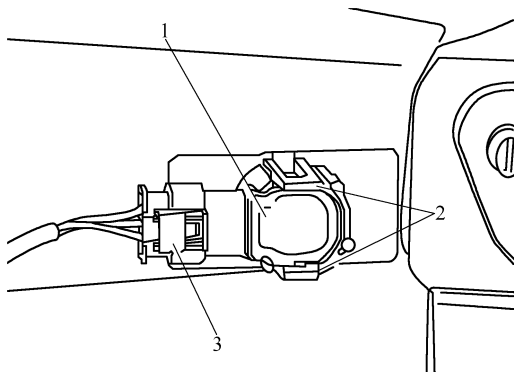

图 5-4-10 前部驻车辅助转向传感器
① 关闭点火开关和所有用电器，拔出点火钥匙。
② 拆卸前保险杠盖板。
③ 松开传感器支架的两个卡子 2，将驻车辅助传感器 1 拉出并拔下插头 3，见图 5-4-10所示。